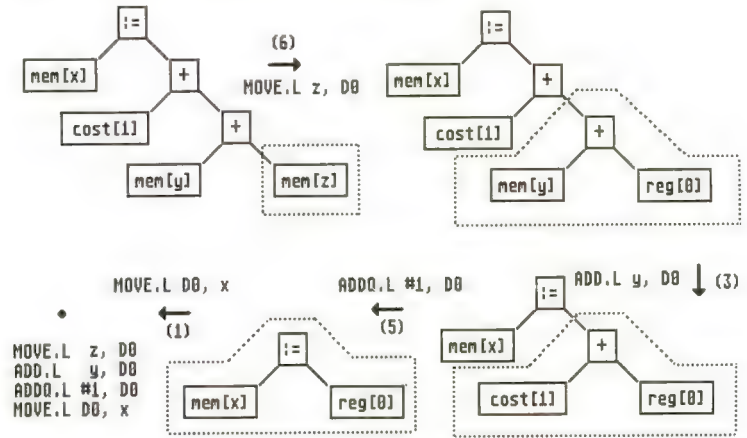

Abb. 5: Regelnanwendung des Codegenerators per Mustererkennung
auf der rechten und das Register auf der linken Seite stehen. Unter jeder der Regeln steht der Code, der erzeugt wird, sobald der Codegenerator die Regel anwendet. Die Anwendung der Regel (1) beendet die Codegenerierung, was durch den Punkt auf der rechten Seite des Pfeils angedeutet wird. Die Strukturbaumblätter *mem*, *reg* und *const* stehen für verschiedene Speicherklassen, wobei *mem* einen Operanden im Speicher, *reg* einen Registeroperanden und *const* einen konstanten Wert repräsentiert. Das Attribut der Speicherklasse wird jeweils in eckiger Klammer angegeben und ist für *mem* hier der Einfachheit halber der Name der Variablen, für *reg* die Registernummer (hier nur Datenregister) und für *const* der Wert der Konstanten. In Abb. 5 wird mit den eben vorgestellten Regeln der Strukturbaum für den Ausdruck $x := 1 + y + z$ in Code umgewandelt. Der Teil des Baums, der auf das Muster der jeweils angewendeten Regel paßt, ist durch